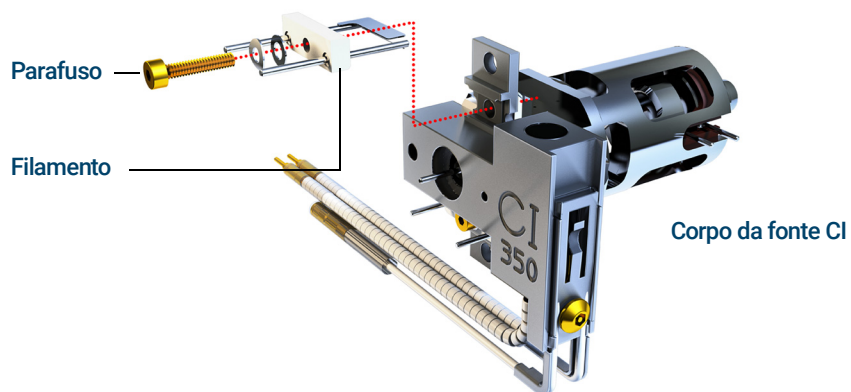

Figura 79. Alteração do filamento da fonte CI
- 4 Remova o parafuso que prende o filamento ao corpo da fonte CI. (Consulte **Figura 79**.)
- 5 Remova o filamento do conjunto da fonte CI. (Consulte **Figura 79**.)
- 2 Coloque o novo filamento na sua posição na estrutura da fonte de íons. (Consulte **Figura 79** na página 245.)
- 3 Fixe o filamento à estrutura da fonte de íons com o parafuso. (Consulte **Figura 79** na página 245.)